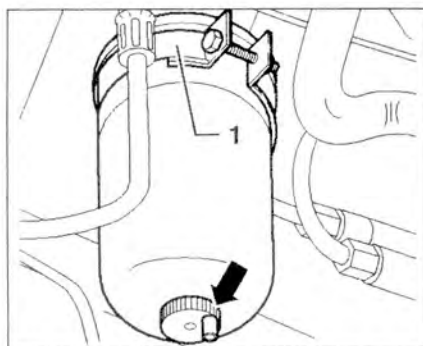

Рис. 1.11. Ослабьте хомут 1 и снимите старый фильтр.
2. Ослабьте хомут 1 и снимите старый фильтр (рис. 1.11).